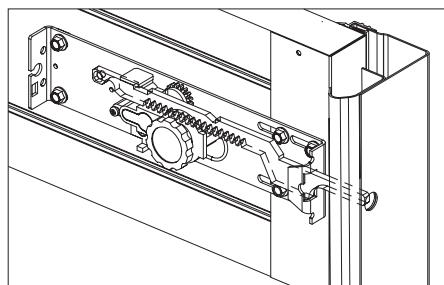

Рис. 44.3
- Поворачивая ручку, выдвинуть ригель замкового механизма до упора в опорную стойку ворот. Произвести разметку и выполнить в опорной стойке отверстие диаметром 16 мм для захода ригеля (рис.44.3).